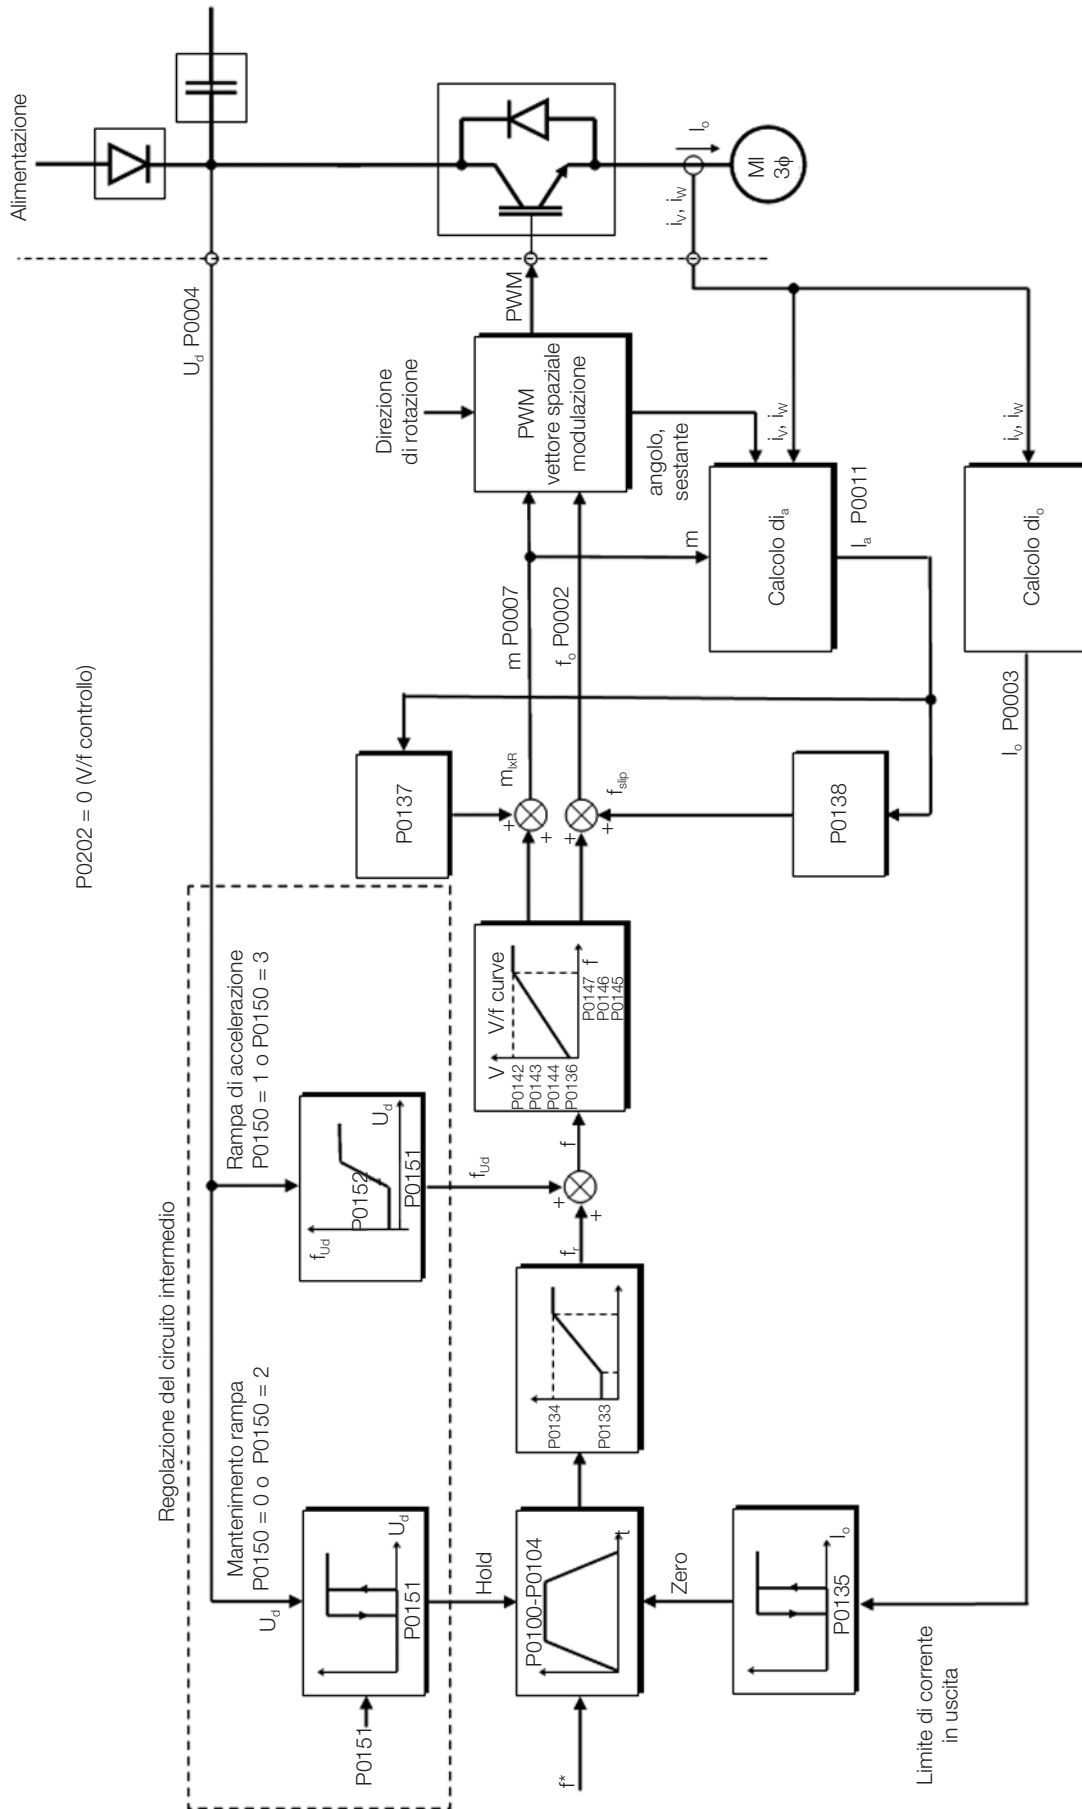
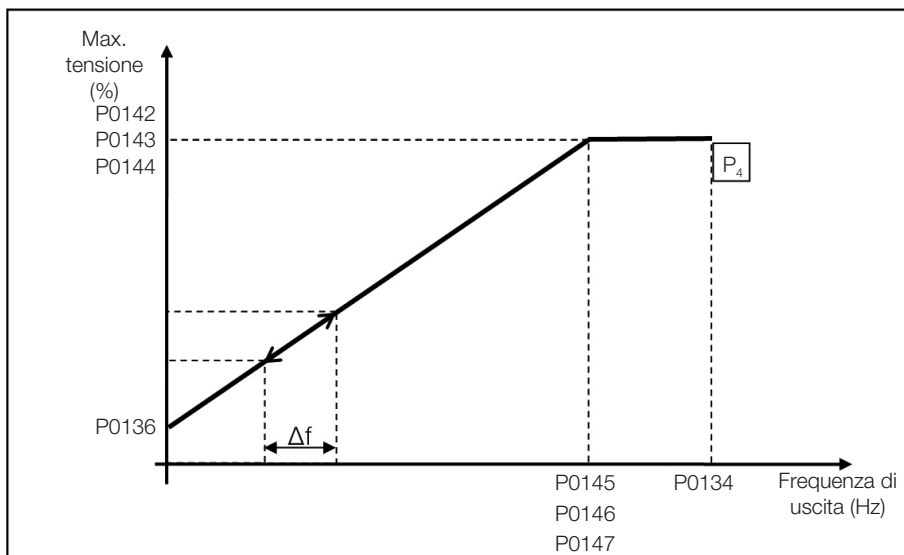

Figura 9.1: Schema a blocchi del controllo scalare V/f
Figura 9.5: Compensazione dello slittamento su un punto operativo della curva V/f standard
In base allo schema a blocchi della Figura 9.1, il riferimento velocità f^* è limitato da P0133 e P0134 e applicato all'ingresso del blocco "CURVA V/f", in cui si ottengono l'ampiezza di tensione in uscita e la frequenza imposte al motore. Per maggiori dettagli sul riferimento velocità, fare riferimento al Capitolo 7.
Il boost di coppia automatico compensa la caduta di tensione sulla resistenza dello statore in funzione della corrente attiva. Osservare la figura 9.1 in cui la variabile m_{ixR} corrisponde all'azione del boost di coppia automatico sull'indice di modulazione definito dalla curva V/f.
Il parametro P0138 è utilizzato nella funzione di compensazione dello slittamento del motore, quando viene impostato su valori positivi. In questo caso, compensa la caduta di velocità dovuta all'applicazione del carico sull'albero e, di conseguenza, lo slittamento. In questo modo, aumenta la frequenza di uscita (Δf), considerando l'aumento della corrente attiva del motore come mostrata in Figura 9.5. In Figura 9.1 questa compensazione è rappresentata nella variabile $f_{\text{slittamento}}$.
Le impostazioni in P0138 permettono di regolare con elevata precisione la compensazione dello slittamento spostando il punto operativo sulla curva V/f, come mostrato in Figura 9.5. Una volta che P0138 è impostato, il convertitore è in grado di mantenere la velocità costante anche con variazioni di carico.
- Attuazione: quando la tensione del circuito intermedio raggiunge il livello impostato in P0151, viene trasmesso un comando al blocco "rampa", che inibisce la variazione di velocità del motore come da Figura 9.1 e Figura 10.1.